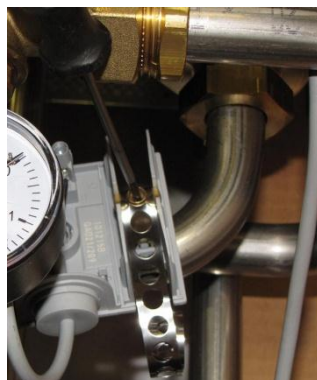

Bild 35
3. Skruva loss spännbandet som fäster framledningsgivaren till röret (Bild 35). Ersätt befintlig givare med en ny.